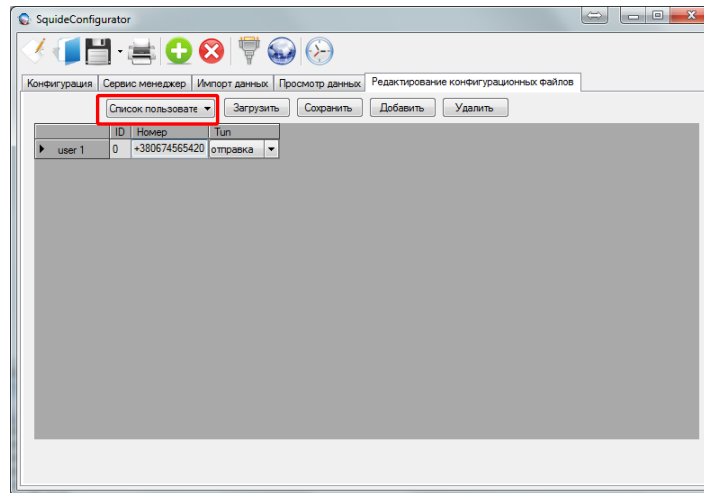

Рисунок 8.29 - Пример настройки конфигурационного файла СМС рассылки
2. В комбобоксе выбрать «**Список пользователей**» (смотри рисунок 8.29 - выделенное поле).